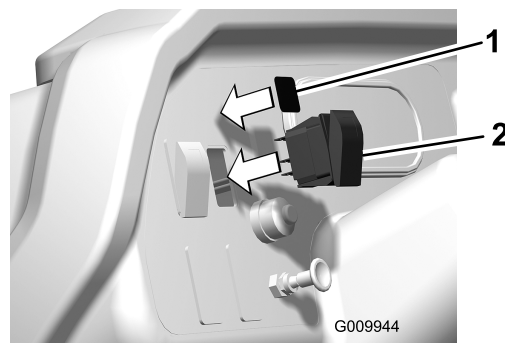

Figure 21
4. Localisez le faisceau de câblage, avec le connecteur de boucle, sous le tableau de bord (Figure 21).
6. Branchez l'adaptateur du faisceau de câblage au connecteur du faisceau de câblage et à l'interrupteur (Figure 21).